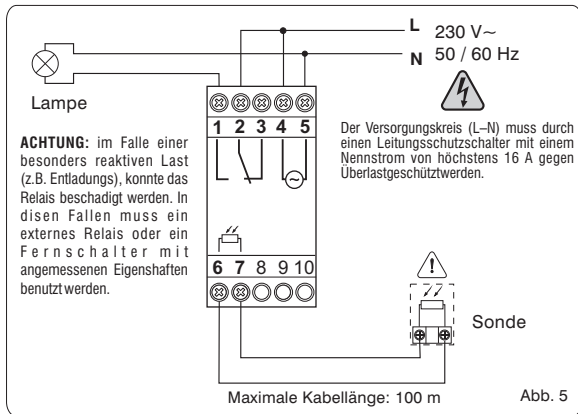

Abb. 5
- Schließen Sie die Last an, wie in Abb. 5 dargestellt:
- Führen Sie das Kabel in die Kabeldurchführung ein und verbinden Sie die Kabelenden mit den Klemmen (Abb. 5).